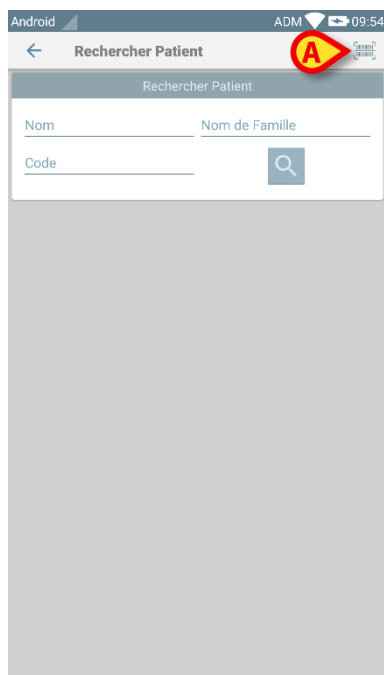

Fig 30
- taper sur l'icône  indiquée sur la Fig 30 **A**.